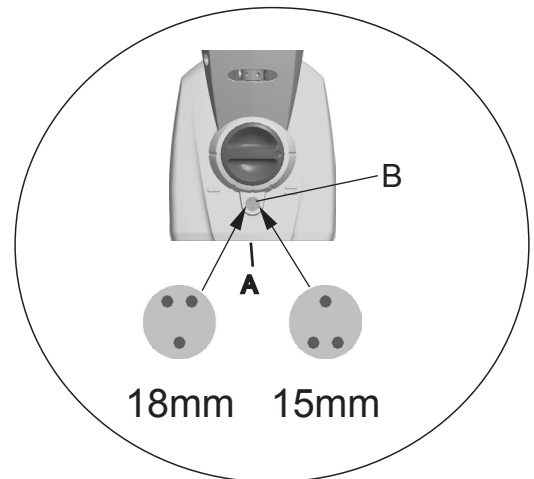

Fig. 4
1. Lossa låsskruv (A) underifrån med en 2,5 mm insexnyckel.
2. Ställ in enligt önskad benlängd (Fig. 4) med benlängdsjusteringen.